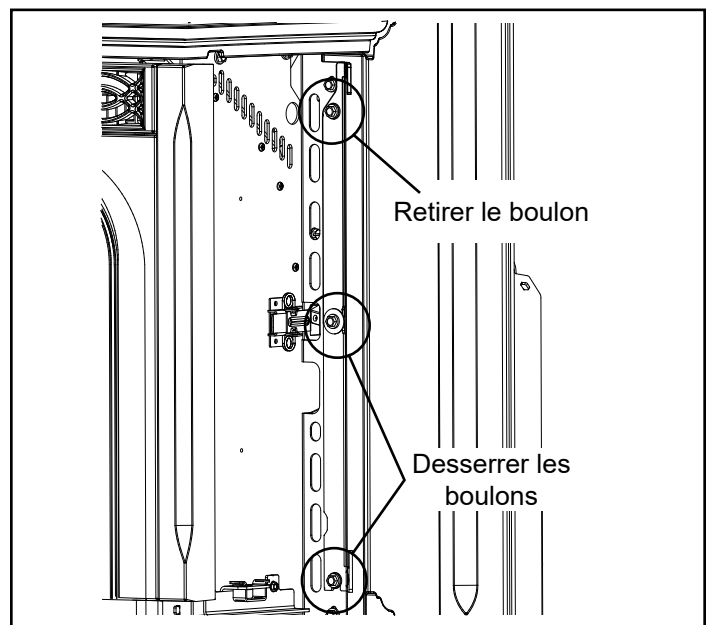

Figure 5.16
Retirez le boulon supérieur, desserrez les (2) boulons inférieurs et retirez la charnière supérieure. Figure 5.16.